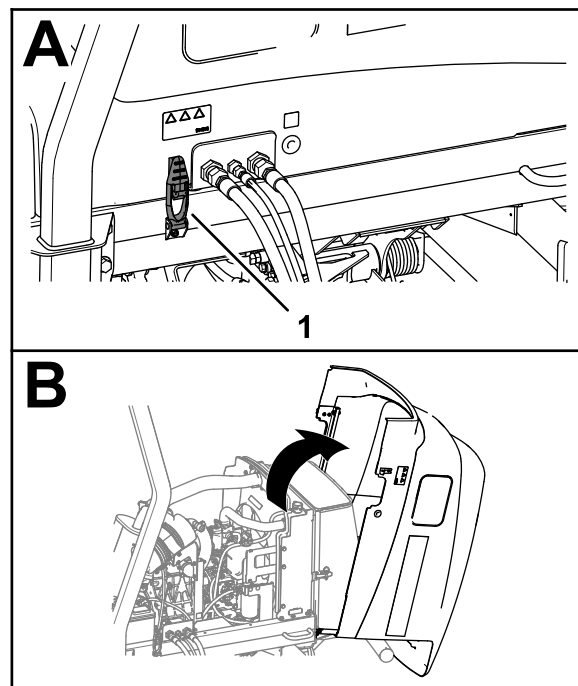

Рисунок 93
1. Разблокируйте 2 защелки капота (Рисунок 93).